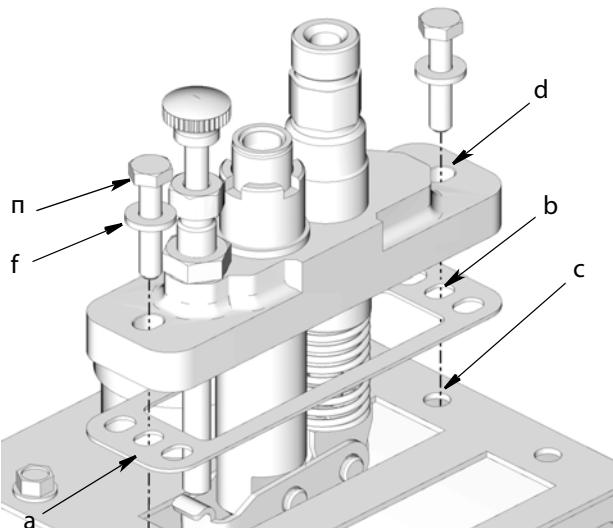

Рис. 1
2. Выровняйте прокладку (a) относительно выреза в верхней части крышки резервуара таким образом, чтобы отверстия (b) на двух краях прокладки совпадали с монтажными отверстиями (c) в крышке резервуара (Рис. 1).
5. Смонтируйте насос на резервуаре, совместив отверстия (d) на краях насоса с монтажными отверстиями (c) в крышке резервуара (Рис. 1).